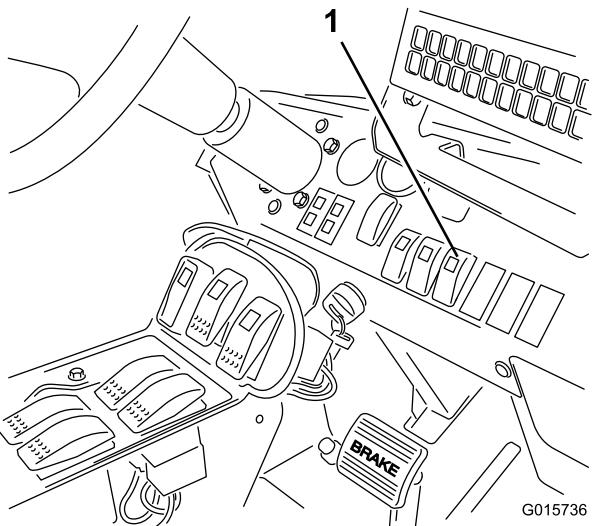

Bild 20
4. Drücken Sie den Ultraschall-Auslegerschalter am Armaturenbrett in die Auto-Stellung (Bild 20).